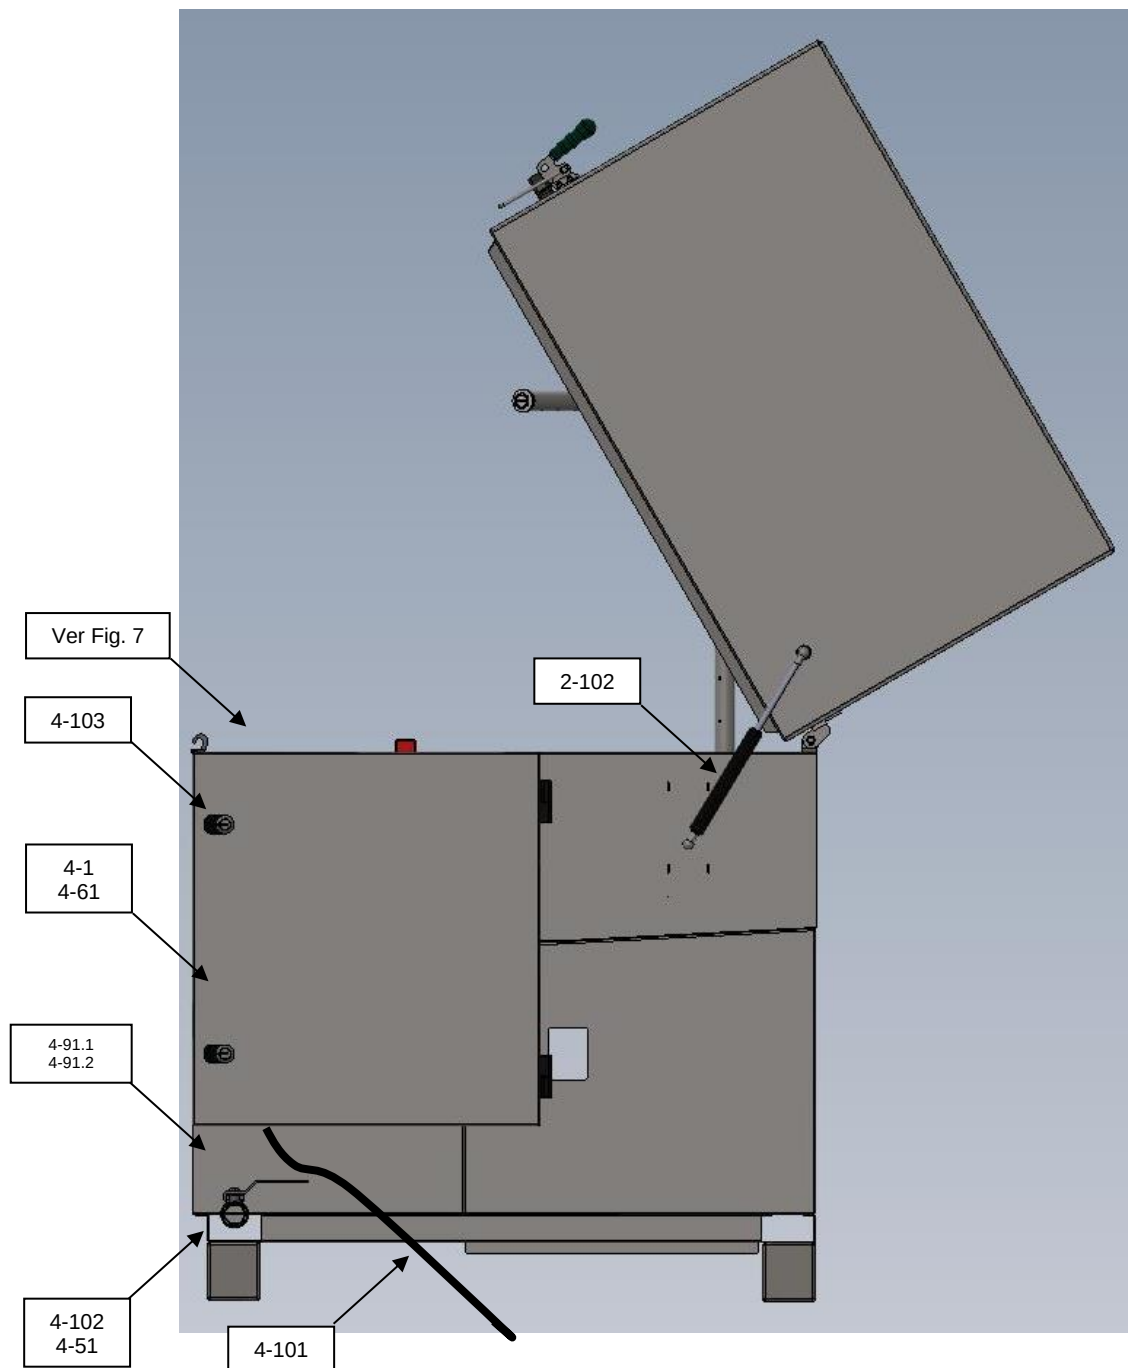

Fig. 4 Vista do lado direito da máquina
Uma válvula de drenagem (pos. 4-51) é utilizada para drenar o líquido de lavagem da máquina, ver na Fig. 4. Uma ficha de segurança (pos. 4-102) é aparafusada na válvula de drenagem para evitar fugas acidentais de líquido de lavagem devido a um fecho insuficiente da válvula.
O aquecimento líquido de lavagem é assegurado por um aquecedor submersível elétrico, ver na Fig. 4 (posição T1).
- Os sistemas de distribuição por cabo são colocados em calhas de cabos e caixas elétricas para minimizar o risco de danos mecânicos. A alimentação da rede inclui um cabo de alimentação terminado com uma ficha de rede de cinco polos, ver na Fig. 4 (pos. 4-101), adequado para utilização em instalações industriais. Os parâmetros de alimentação devem estar em conformidade com os requisitos da secção 3.
- No que diz respeito ao ambiente de trabalho da máquina, é fornecida uma proteção adicional de ligação à terra e à ligação contra choques elétricos. Existe um parafuso para ligação a um cabo de terra na caixa da máquina perto da central elétrica, ver na Fig. 4 (pos. 4-91.1 e 4-91.2).
Atenção: A máquina deve ser sempre operada com o cabo de ligação à terra ligado ao terminal principal de ligação à terra, ver na Fig. 4 (pos. 4-91.1 e 4-91.2).